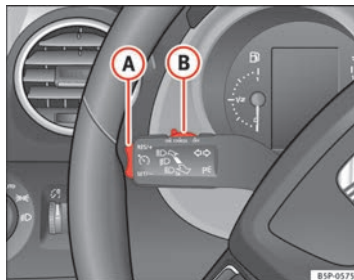

Abb. 153 Blinker- und Fernlichthebel: Schalter und Wippe für die Geschwindigkeitsregelanlage
- Schieben Sie den Schalter ⇒ Abb. 153 **B** nach links auf **ON**.